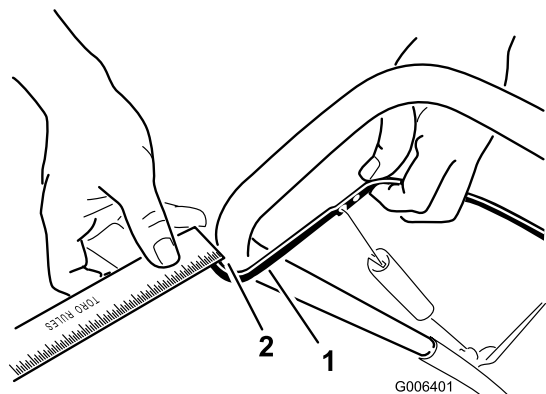

Figure 23
Rapprochez la barre de commande du guidon pour tendre le câble de commande (Figure 23).
Remarque: Vérifiez que la barre de commande et le guidon sont espacés de 2 à 3 mm (1/16 à 1/8 po.) (Figure 23).
2. Accrochez le raccord en Z à un trou plus haut ou plus bas sur la biellette de réglage de manière à obtenir un écart de 2 à 3 mm (1/16 à 1/18 po.) entre la barre de commande et le guidon (Figure 23).